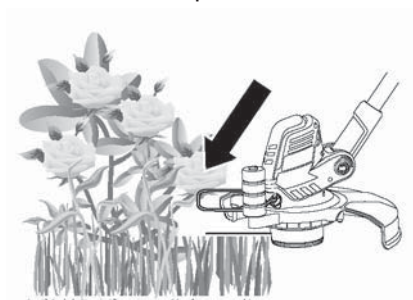

Fig. 29
- > Ce coupe-herbe est équipé d'un étrier qui, une fois abaissé, permet de tenir les fleurs à distance du fil de coupe et ainsi d'éviter de les couper (Fig. 29). L'étrier est un indicateur de la portée maximale du fil de coupe.